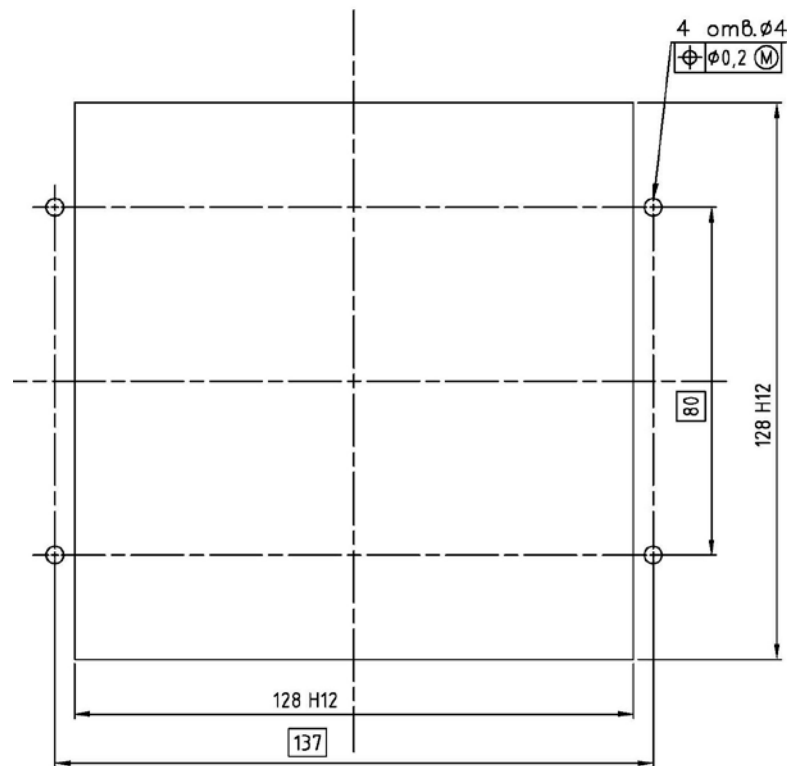

Рис. 2.2.14. Размеры окна для монтажа БОИ в приборном щите.
2.2.10.3 Для установки БОИ в приборный щит необходимо сделать в щите окно и четыре отверстия по размерам, показанным на рис. 2.2.14.